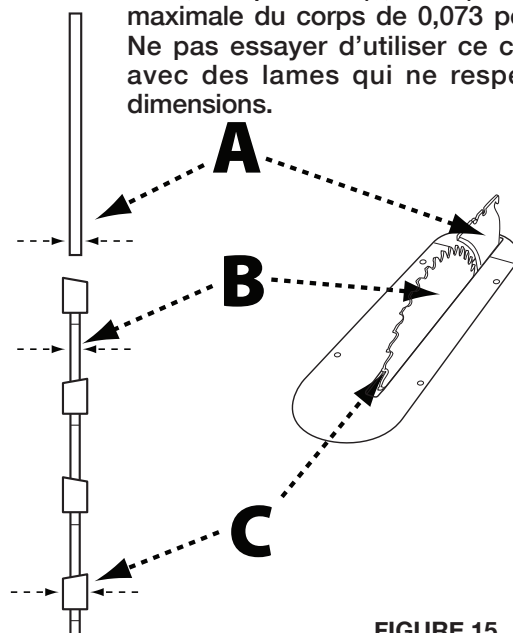

FIGURE 15
REMARQUE : Les dispositifs de sécurité, l'ensemble protège-lame et l'ensemble anti-retour ont été enlevés dans la Figure 15, afin de montrer l'emplacement des caractéristiques spécifiques. Lorsque vous utilisez la scie, ces dispositifs de sécurité doivent être en place et fonctionner correctement.
L'épaisseur du couteau diviseur (A) doit être supérieure à celle du corps de la lame ou de la plaque (B) et inférieure à la largeur de trait de scie ou de découpe (C) comme le montre la Figure 15. Le couteau diviseur fourni avec cette scie fait 2,2 mm d'épaisseur et peut être utilisé uniquement avec une lame de 10 pouces (254 mm) pour une largeur minimale du trait de scie